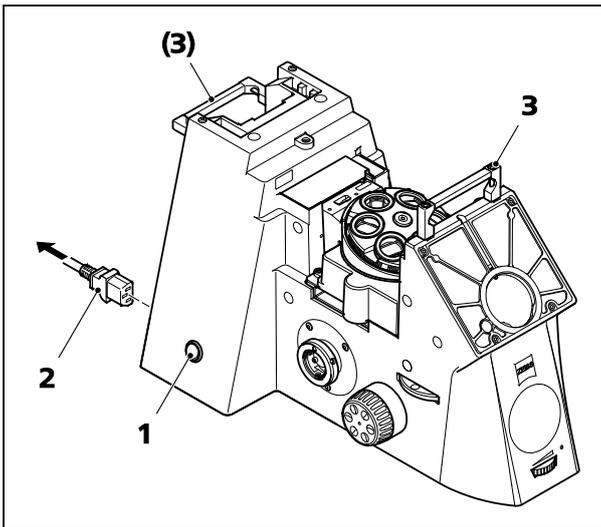

**Bild 14** Sicherungen wechseln am Vorschaltgerät
- Sicherungshalter (Bild 14/1) nach vorn aus dem Sicherungsfach (Bild 14/2) herausziehen.